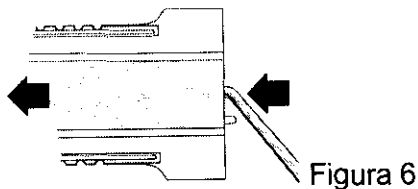

Figura 6
6. Tal y como se muestra en la Figura 6, se presionará o empujará lentamente el borde de la óptica de manera que la lente quede colocada tan adentro del cartucho como la propia pinza lo permita, asegurando que la lente permanece en la parte inferior del cartucho y que el háptico posterior está sobre la óptica.